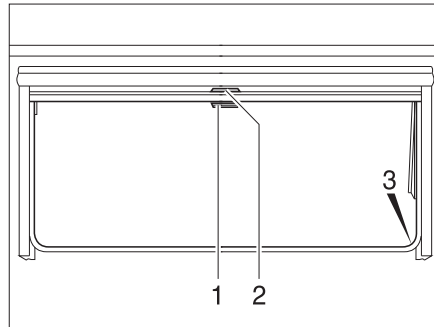

Bild 73 Överkantshängda fönster
- Drag ned mörklägningsrullgardinen med handtaget (Bild 73,2). När mörklägningsrullgardinen dras ned helt fäster man det i spärrarna (Bild 73,3) på båda sidorna på fönsterkarmen.
- När mörklägningsrullgardinen är helt neddragen: Tryck ned handtaget (Bild 73,2) och drag det något inåt. Nu kan man ta loss mörklägningsrullgardinen ur spärrarna på båda sidorna av fönsterkarmen.
- När mörklägningsrullgardinen inte är helt neddragen: Drag handtaget (Bild 73,2) lätt nedåt tills spärren släpper.
- Drag ner insektsnätet med handtaget (Bild 73,1) och fäst det i spärrarna (Bild 73,3) på båda sidorna av fönsterkarmen.
- Tryck ned handtaget (Bild 73,1) och drag det något inåt. Lossa insektsnätet ur spärrarna på båda sidorna av fönsterkarmen.